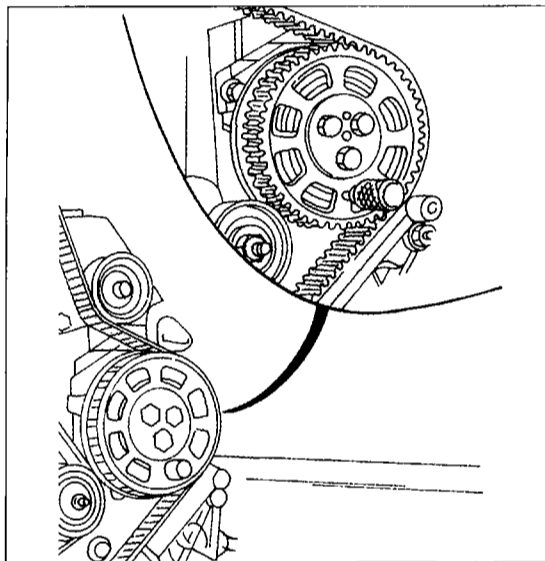
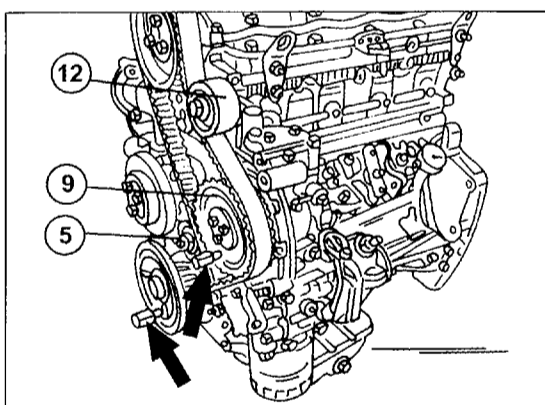
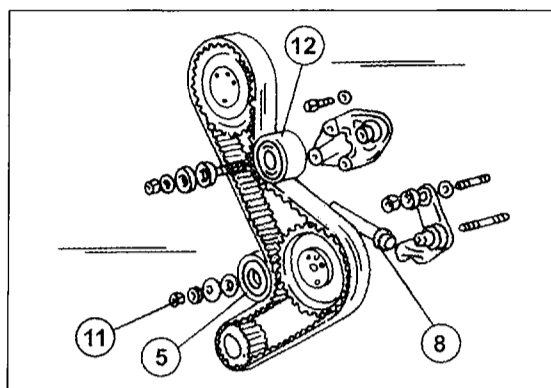
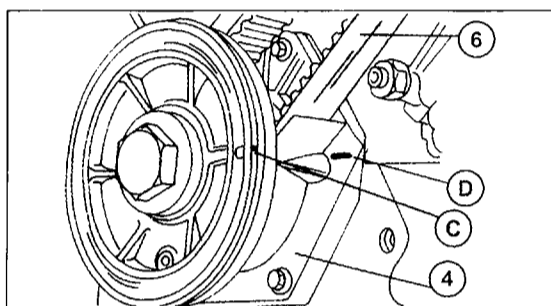

Bild 116
Bild 117
Bild 119
Bild 120
- Bei einem Motor mit Einspritzpumpe das Antriebsrad der Pumpe an der in Bild 116 gezeigten Stelle einschieben.
- Den Zahnriemen vorsichtig abheben, falls er wieder eingebaut werden soll. In diesem Fall auch die Laufrichtung mit einem Farbklecks an der Außenseite kennzeichnen. Die Hände müssen frei von Fett oder Öl sein. Einen verschmutzten Zahnriemen erneuern. Unbedingt darauf achten, dass sich das Antriebsrad der Einspritzpumpe (falls eingebaut) nicht verdrehen kann. Ein passender Dorn ist an der in Bild 116 gezeigten Stelle in das Antriebsrad eingeschoben. Ebenfalls wird die Kurbelwelle mit einem Dorn arretiert. In Bild 117 kann man sehen, wo die Dorne
- Die Stellung des Antriebsrads der Einspritzpumpe kontrollieren, falls der Motor eine solche hat. Falls der Motor nicht mehr in der OT-Stellung steht, die beiden in Bild 117 gezeigten Arretierbolzen einsetzen, d. h. einen in die provisorisch aufgesteckte Kurbelwellenriemenscheibe und den zweiten in das Antriebsrad der Pumpe. Die Kurbelwellenriemenscheibe langsam verdrehen, bis die Kennzeichnung „C“ in Bild 119 und das Zeichen „D“ am vorderen Dichtflansch in einer Flucht liegen. Der Arretierbolzen kann jetzt eingeschoben werden.
Hinweis: Kontrollieren, dass das Steuerzeichen „b“ im Kurbelwellenrad (1) senkrecht an der Unterseite steht und mit der Marke „a“ fluchtet, wenn der Motor wie oben beschrieben durchgedreht wurde (Bild 120).
- Die Spannrolle (12) montieren, die Scheiben auflegen und die Mutter anziehen.
- Die Mutter (11) der Spannrolle (5) lockern und die Rolle nach innen kommen lassen, so dass die Rolle den Zahnriemen nach innen drücken kann. In dieser Stellung die Mutter (11) anziehen.
- Ausfluchtung der Steuerzeichen kontrollieren, d. h. die beiden Zeichen am Nockenwellenrad und am Kurbelwellenrad müssen fluchten (Bilder 112 und 120) oder die beiden Arretierbolzen bei einem Motor mit Einspritzpumpe müssen sich einsetzen lassen (Bild 117). Falls dies nicht der Fall ist, den Riemen wieder abmontieren und den Motor erneut auf die richtige Stellung bringen.
- Mutter (11) erneut lockern, damit die Spannrolle den Zahnriemen nochmals nachsetzen kann. Die Mutter (11) jetzt mit 40 Nm anziehen.